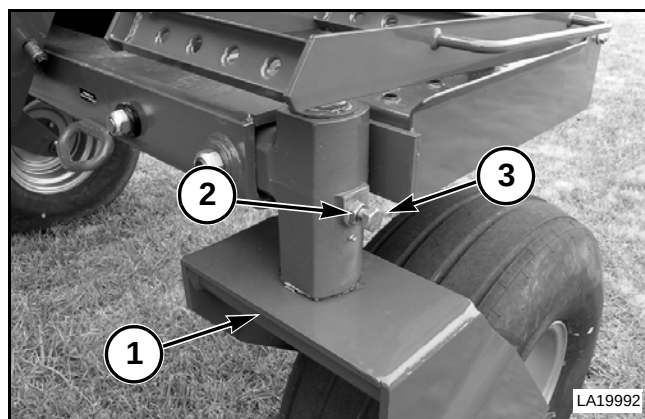

FIG. 24
FIG. 24: Los conjuntos rodantes pueden trabarse de forma que las ruedas traseras no giren. Para bloquear los conjuntos rodantes (1), afloje la contratuerca (2) y apriete el tornillo de cabeza (3) al ajuste requerido. Apriete la contratuerca.